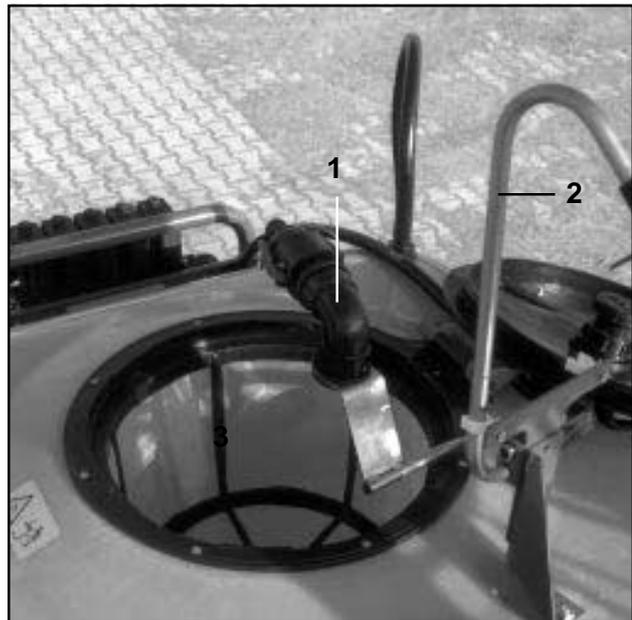

Fig. 6.3
- Bei der UG 2000 Special (Fig. 6.3) den Spritzbrühebehälter **über die externe Wasserbefüllung (6.3/ 1) im "freien Auslauf" befüllen.**